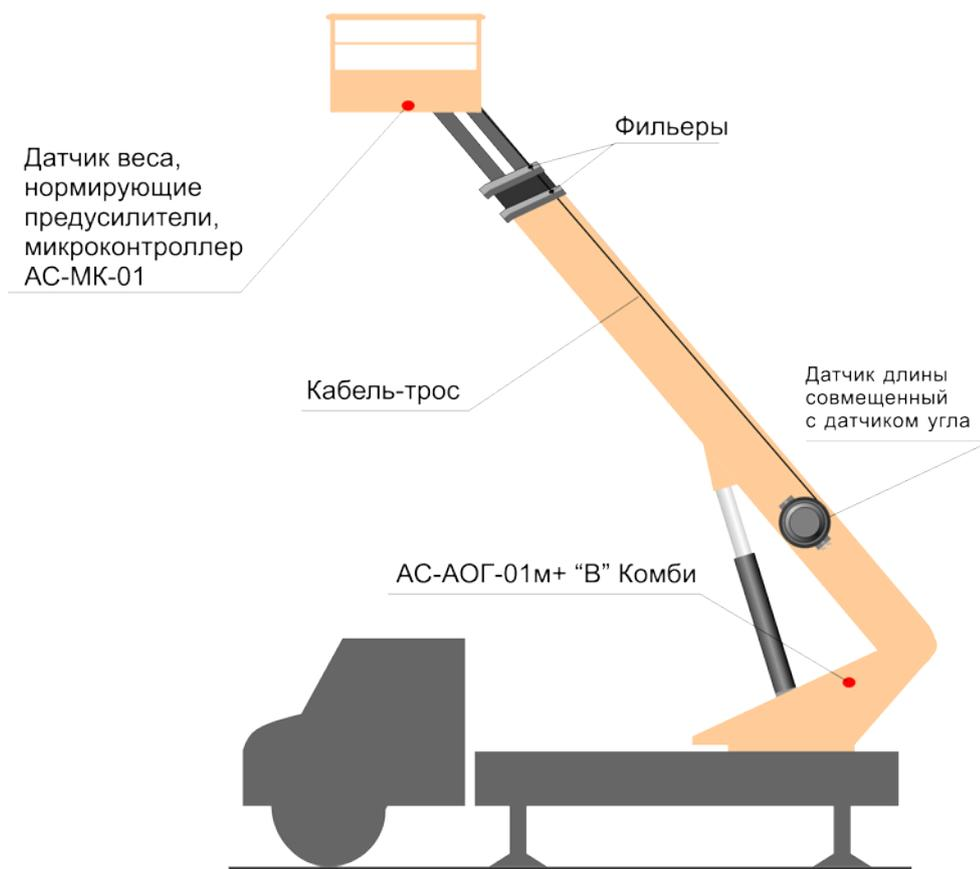

Рис.1
5.1. Система АОГ, рис.1, состоит из составных частей:
6.2. Размещение элементов системы АОГ показано на рис.1.